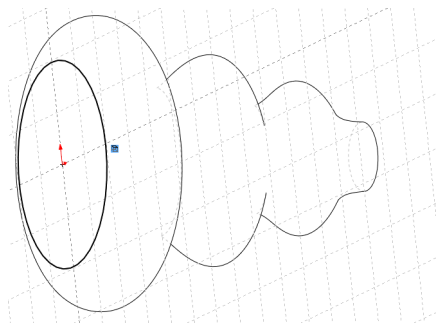

图 2-72 通过引用实体创建草图
(3) 执行操作后, 即可通过引用实体创建草图, 效果如图 2-72 所示, 并退出草图绘制环境。